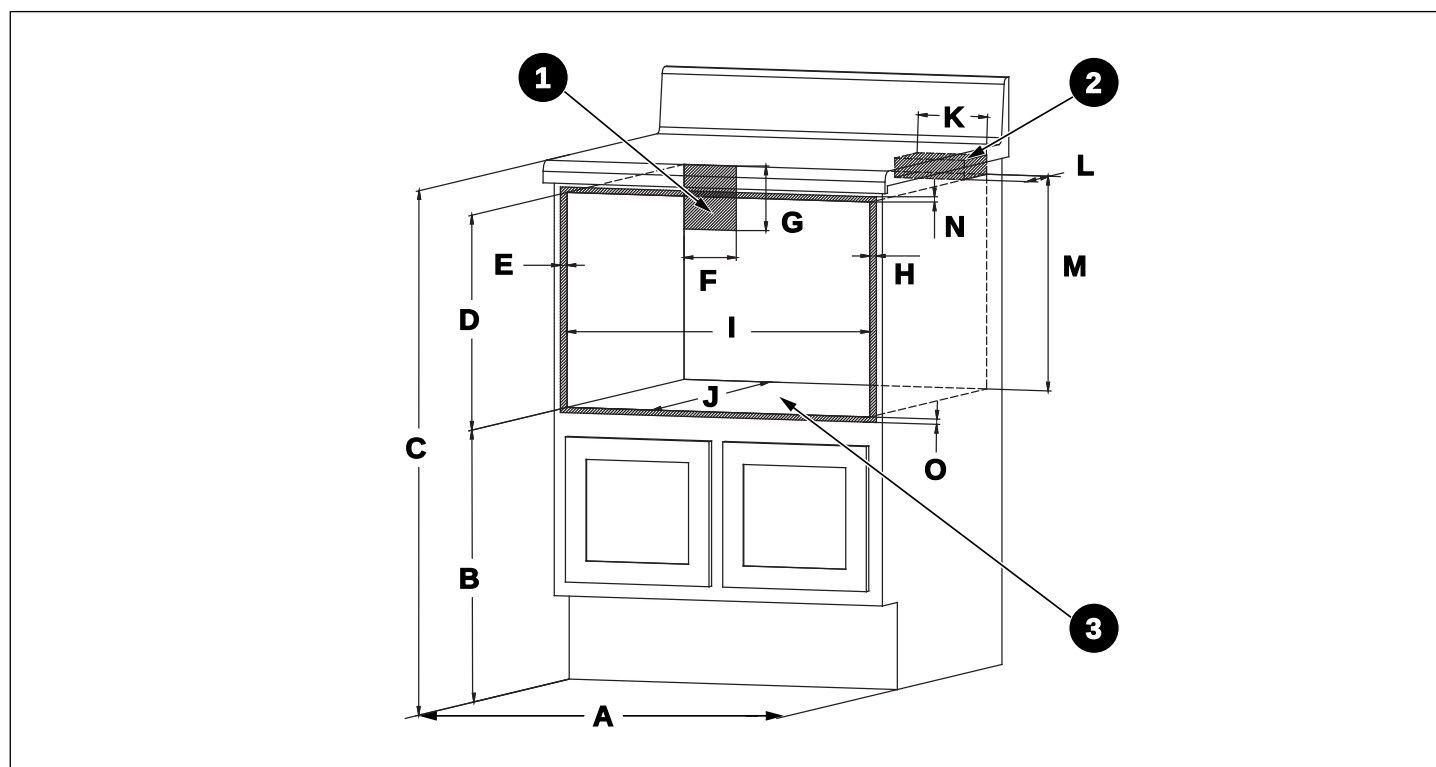
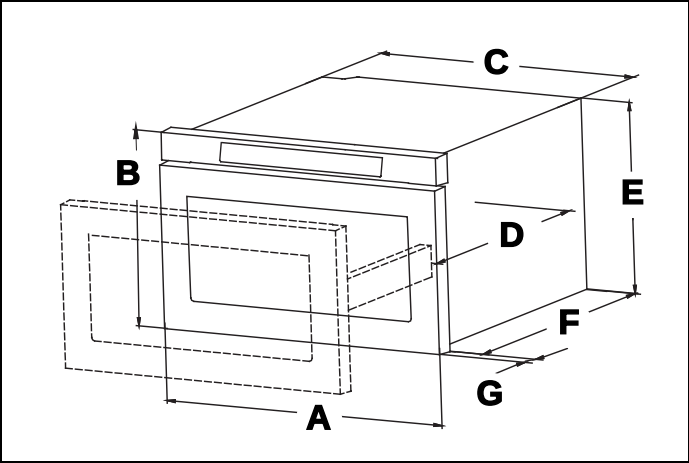
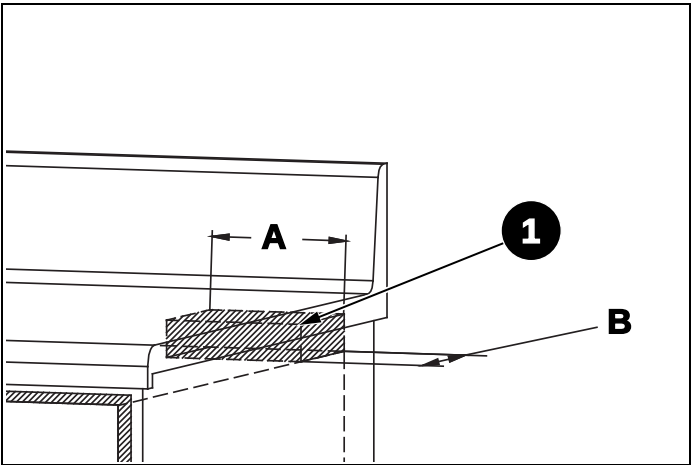

Fig. 4
Fig. 5
Fig. 9
- Les dimensions indiquées sur la Fig. 4 doivent être utilisées. Les dimensions indiquées fournissent un espace libre minimum. Localisez la prise électrique dans la zone ombrée dans le coin supérieur gauche de la découpe. Fig. 4
Fig. 4 et Fig. 5 contiennent de nombreuses mesures du four micro-ondes tiroir pour référence lors de la planification de l'emplacement du tiroir. Ce four micro-ondes tiroir peut être installé en dessous de n'importe quel four mural électrique ou à gaz. *Peut également être installé à l'aide d'une prise électrique dans une armoire adjacente dans la zone où le cordon électrique fourni peut atteindre. Le trou d'accès au cordon d'alimentation dans l'armoire doit avoir un diamètre minimum de 1 1/2 po et être dépourvu de tous bords tranchants.
Pour réduire le risque de basculement du tiroir, le bloc anti-basculément doit être correctement installé à 14-13/16 pouces au-dessus du sol sur lequel le four micro-ondes tiroir sera posé. Le bloc anti-basculément de 6 pouces doit être fourni par l'installateur. Fig. 4 et Fig. 9 . Le bloc anti-basculément évite les blessures graves qui pourraient résulter de liquides chauds renversés.